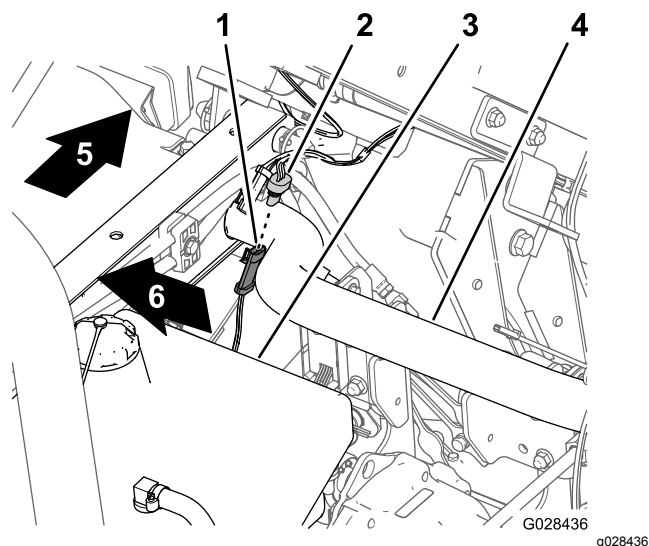

Рисунок 17
2. Вставьте 3-штыревой разъем жгута проводов машины, используемый для датчика скорости, в 3-гнездовой разъем жгута проводов опрыскивателя, используемый для датчика скорости (Рисунок 17).
1. На жгуте проводов опрыскивателя найдите 3-гнездовой разъем для цепи датчика скорости (Рисунок 17).